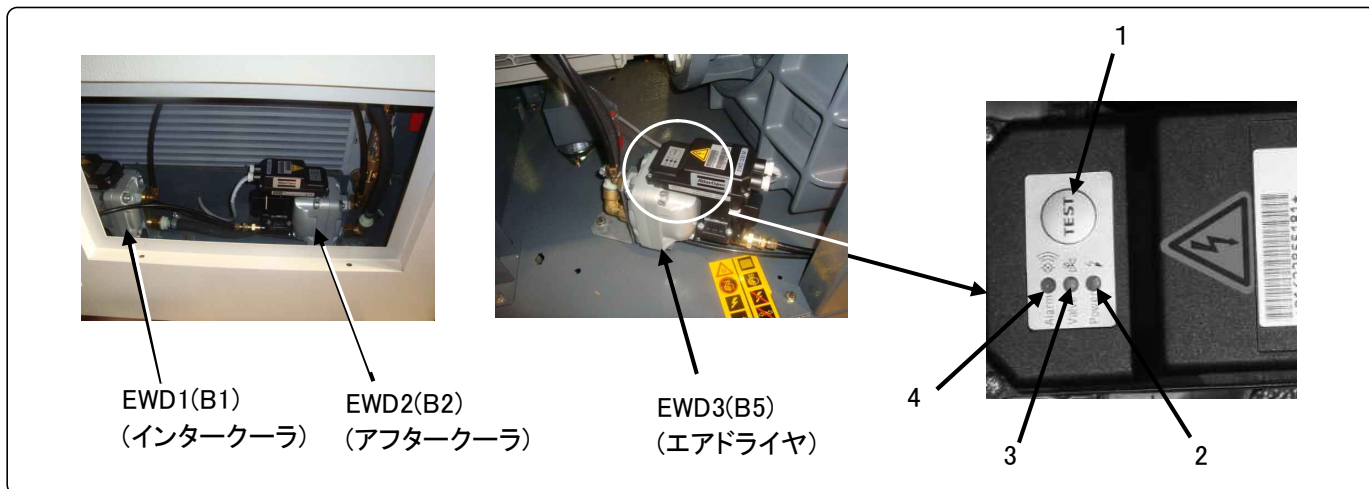

図5.5 電子ドレンバルブ
- 1) 電子ドレンバルブ(図5.5-EWD1/EWD2/EWD3)のテストボタン(図5.5-1)を押して、電子ドレンバルブが動作してドレン水が正常に排水されることを確認してください。